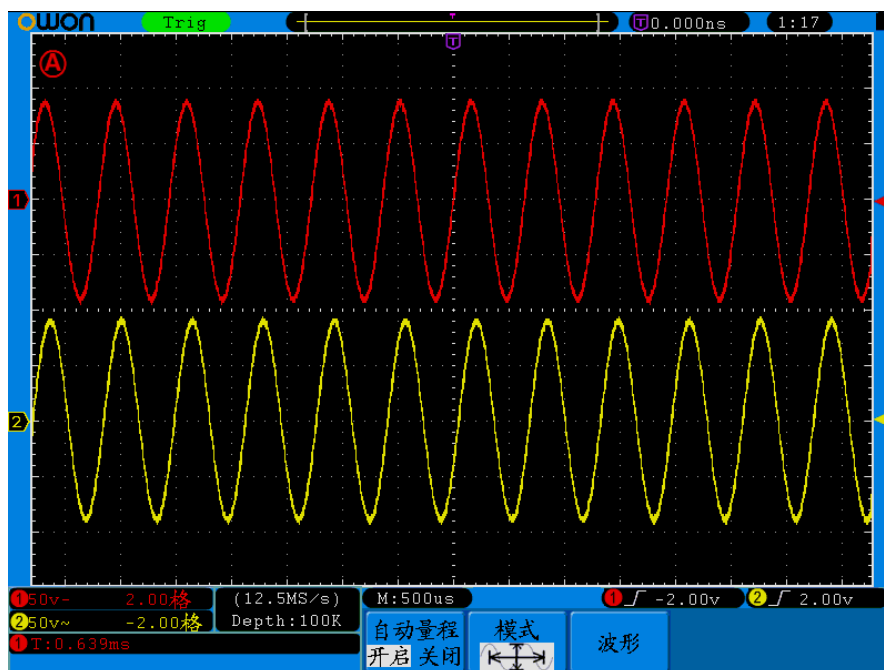

图 5-57: 自动量程 水平/垂直模式多周期波形图
4. 按 **H3** 键，按 **F1** 键选择波形为 。见图 5-57：